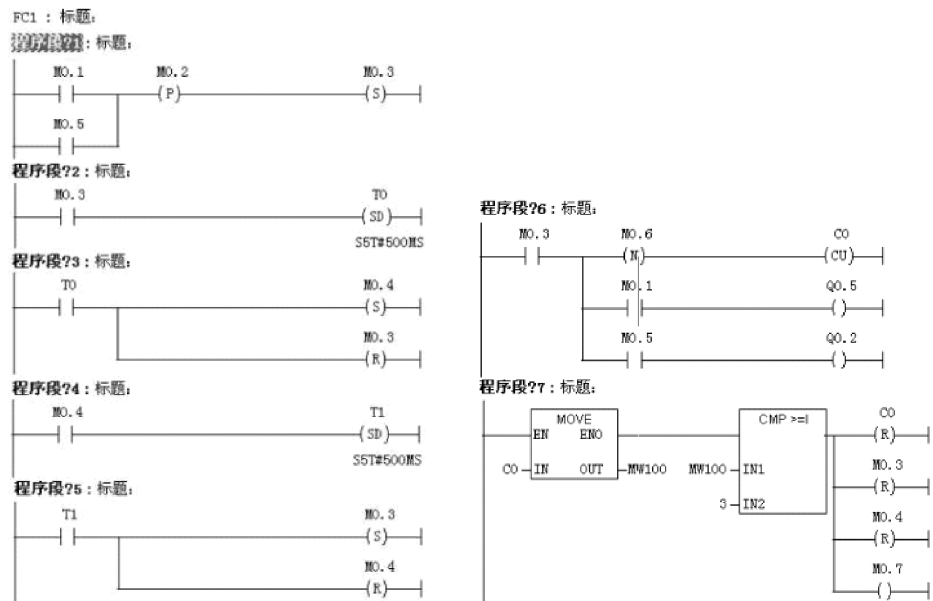

图 6-37 在 FC1 里编写的程序
5) 在块目录里插入一个功能 FC1，并在里面编写黄灯闪烁的控制逻辑程序，如图 6-37 所示。